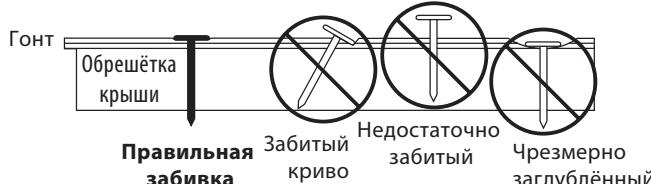

Рис. 8-1. Крепёж полосовых гонтов с тремя язычками.
- ◆ Гвозди должны вбиваться под прямым углом, шляпки должны занимать положение вровень с поверхностью гонта, не углубляясь внутрь неё (Figure 8-1).